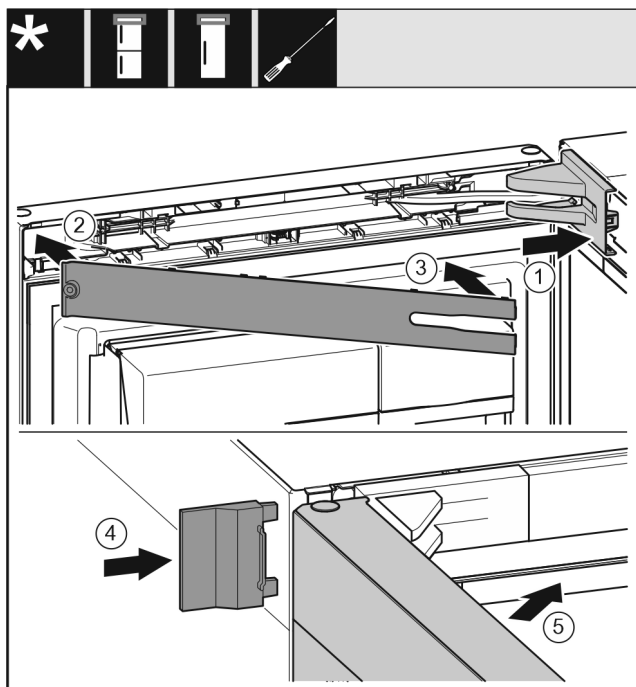

Fig. 51
- ▶ Крышку опорного кронштейна установите и зафиксируйте, при необходимости осторожно разогните. Fig. 51 (1)
- ▶ Установите накладку. Fig. 51 (2)
- ▶ Наклоните и зафиксируйте накладку. Fig. 51 (3)
- ▶ Надвиньте внешнюю крышку. Fig. 51 (4)
- ▶ Закройте верхнюю дверь. Fig. 51 (5)